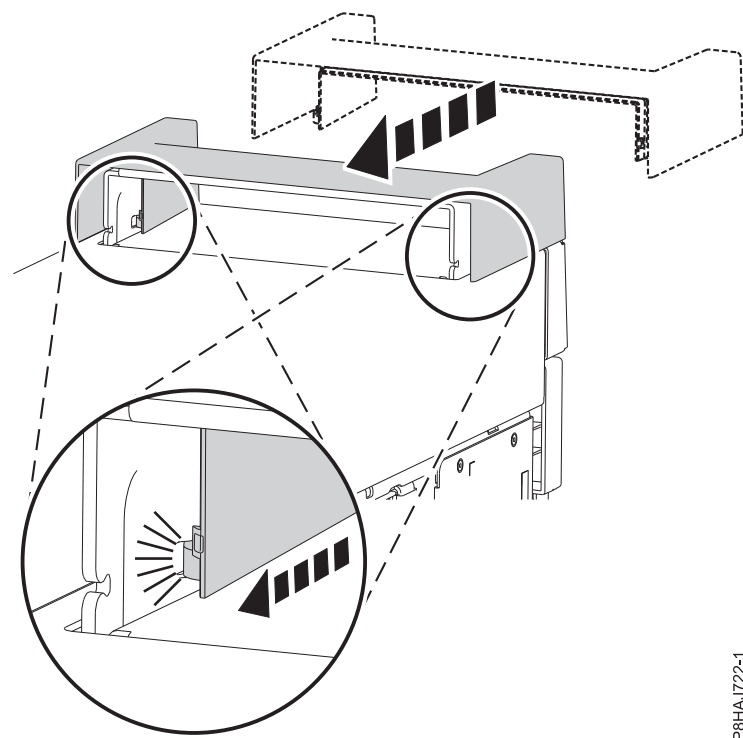

Figura 179. Fijación de la tapa de asa en un sistema 8286-41A autónomo
1. Fije la tapa de asa en la estación de acoplamiento RDX interna (FC EUA3) deslizando hacia la parte posterior del sistema. Consulte la Figura 179.